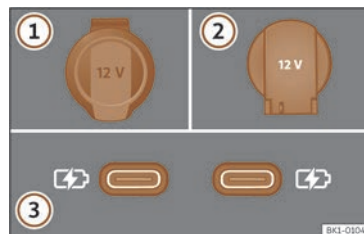

Fig. 159 Tomas de corrente de 12 voltios do vehículo.
>>> **fig. 159**
En función do equipamento e do país, o vehículo pode dispor tamén de conectores USB con función **exclusivamente de carga ou toma de corrente >>> fig. 159 (3).**